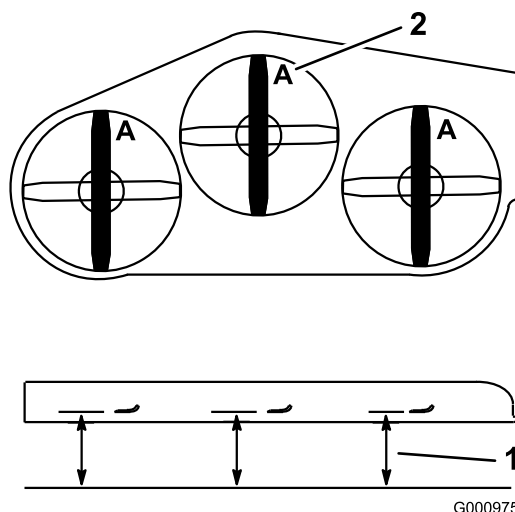

Figure 79
2. Mesurez la distance entre la surface plane et le tranchant (position A) des lames (Figure 79).